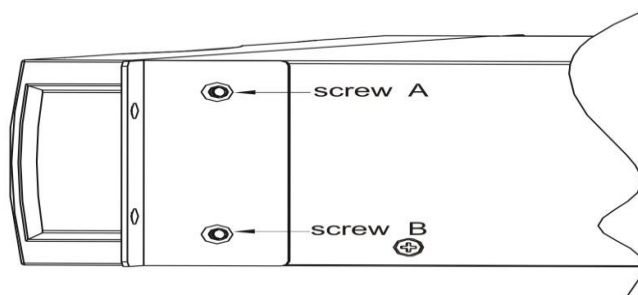

Рис. 12
- отверстие А и отверстие В под два винта, рис.12, расположены симметрично с двух сторон (всего четыре)